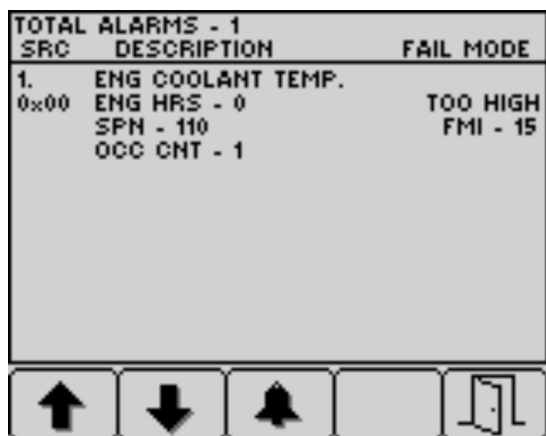

Figure 34
4. Appuyez sur le bouton 5 pour quitter la liste des anomalies actives et retourner à l'écran d'accueil (Figure 34).
5. Appuyez sur le bouton 5 pour quitter la liste des anomalies actives et revenir à l'écran d'accueil ; voir la Figure 34 sous Messages d'avertissement du moteur (page 37).